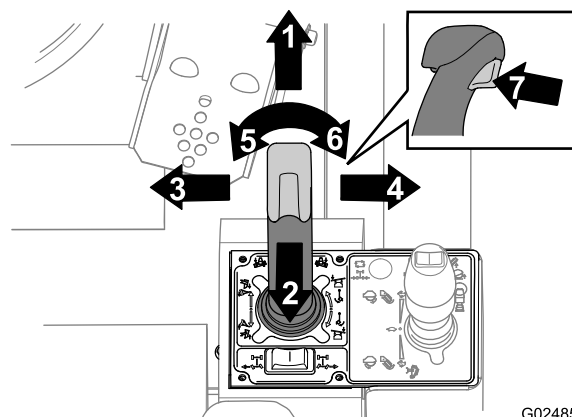
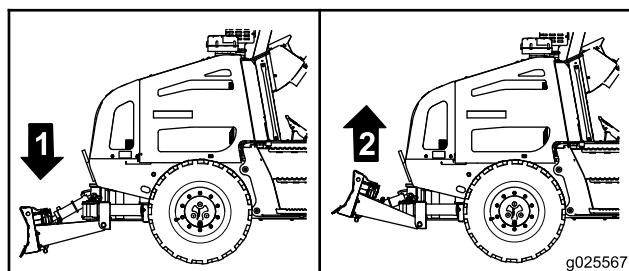
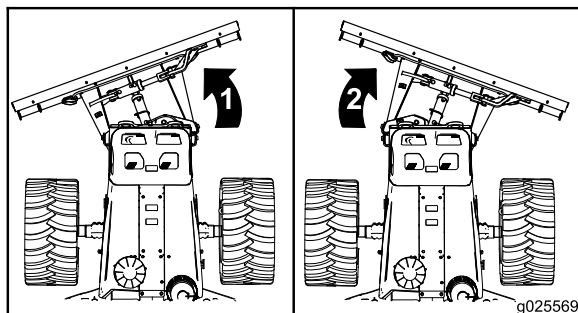
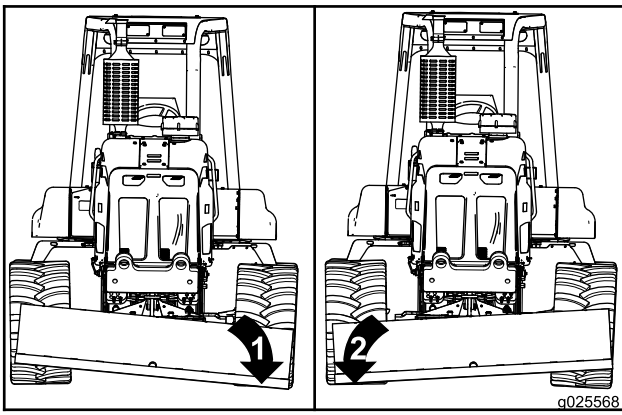

Figura 47
Figura 48
Figura 49
Figura 51
2. Eleve y baje lentamente la hoja de relleno moviendo el joystick derecho hacia atrás y hacia adelante (Figura 47 y Figura 48).
4. Gire la hoja totalmente hacia la derecha presionando el mando de pulgar de la derecha (Figura 47 y Figura 49).
- A. Baje la hoja de relleno al suelo moviendo el joystick derecho hacia adelante (Figura 47).
- G. Gire lentamente la hoja de relleno a la izquierda y a la derecha presionando los mandos de pulgar izquierdo y derecho (Figura 47).
6. Incline la hoja de relleno lentamente hacia abajo en el lado izquierdo, y luego hacia abajo en el lado derecho, girando el joystick derecho en sentido horario y antihorario (Figura 47 y Figura 51).